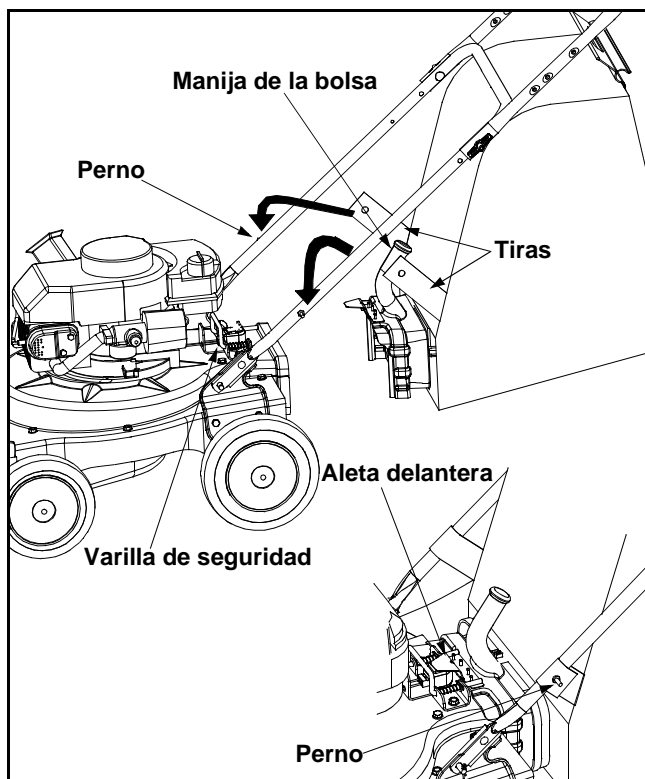

Figura 3
- Sostenga la manija de la bolsa con una mano y deslice la varilla de seguridad del soporte de montaje hacia el motor con la otra mano. Use el extremo del soporte de montaje como palanca cuando deslice la varilla de seguridad. Ver Figura 3.
- Saque la bolsa del borde de la abertura de descarga. Consulte Figura 3.